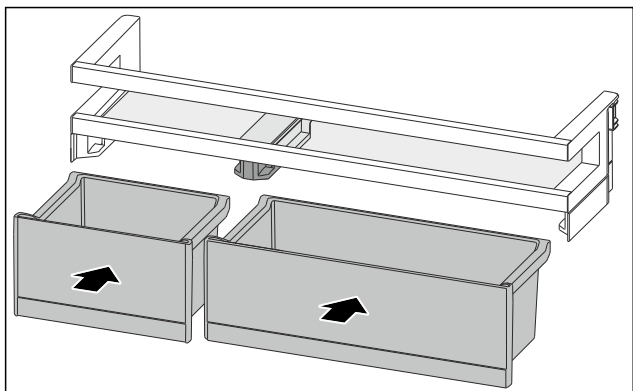

Fig. 117
- ▶ Vložte zásuvky VarioBox v zamenenom usporiadaní. (pozri Fig. 117)